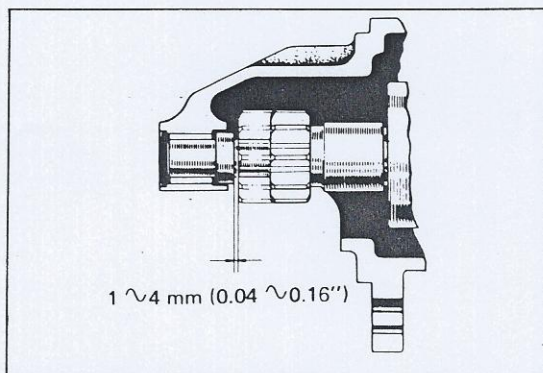

Fig. 6-29 Jeu axial de pignon de lanceur
4. Contrôler la longueur du goujon mobile du solénoïde. La longueur entre la face de montage du solénoïde et l'extrémité du crochet du goujon mobile doit être de 34 mm. Si nécessaire, ajuster la longueur du goujon mobile en desserrant l'écrou de blocage pour obtenir la position correcte pour la course du pignon lanceur (Voir Fig. 6-29).
- Si le jeu n'est pas dans la limite spécifiée, le régler en modifiant la longueur du goujon mobile (Voir Fig. 6-29)